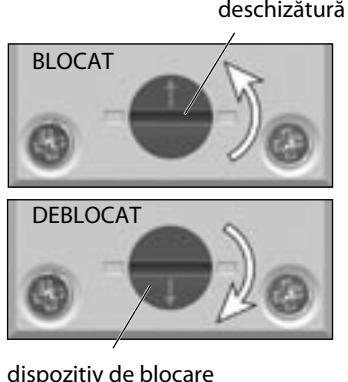

Figura 16
4.2 Dacă este necesar să lăsați încuietoarea descuierată, trebuie să o blocați. Pentru acesta, instalați șurubelnita în deschizătură dispozitivului de blocare și rotați în sensul contrar acelor de ceasornic la 180° până la un clic sesizabil în conformitate cu figura 16, pentru ca săgeata să fie îndreptată în sus, iar deschizătura să fie coincidă cu cele două marcări orizontale. Pentru a debloca rotați deschizătura cu șurubelnita în sensul acelor de ceasornic la 180°, pentru ca săgeata să fie îndreptată în jos.